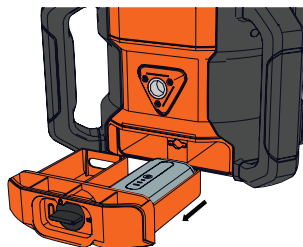

Figure 12
- Retirer le compartiment de piles du laser rotatif. (Figure 12)